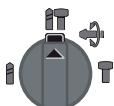

*Рисунок 4. Встановлення свердла (зубила) в патрон стандарту «SDS-plus».*
- 5) Вставить свердло (зубило) (2, рис. 4) в патрон трохи відтягнувши пильник патрону (1, рис. 4);